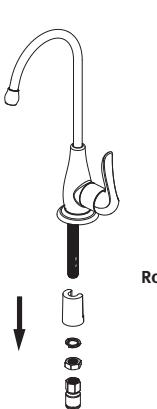

FIG.1
1. RETIRER L'ADAPTATEUR À RACCORDEMENT RAPIDE DE 9,5 MM (3/8 PO) ET L'ÉCROU DE L'EXTRÉMITÉ DU GOUJON. ENFILER LA RONDELLE FREIN ET LE SÉPARATEUR SUR LE GOUJON. (FIG. 1)